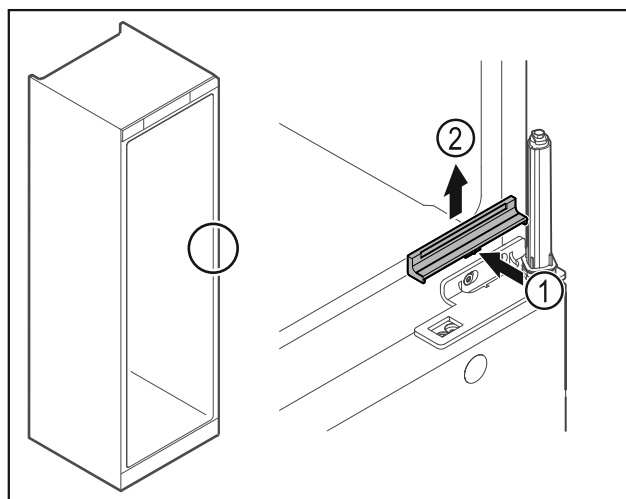

Fig. 23
- Appuyer légèrement sur le centre du cache Fig. 23 (1) et le retirer par le haut Fig. 23 (2).